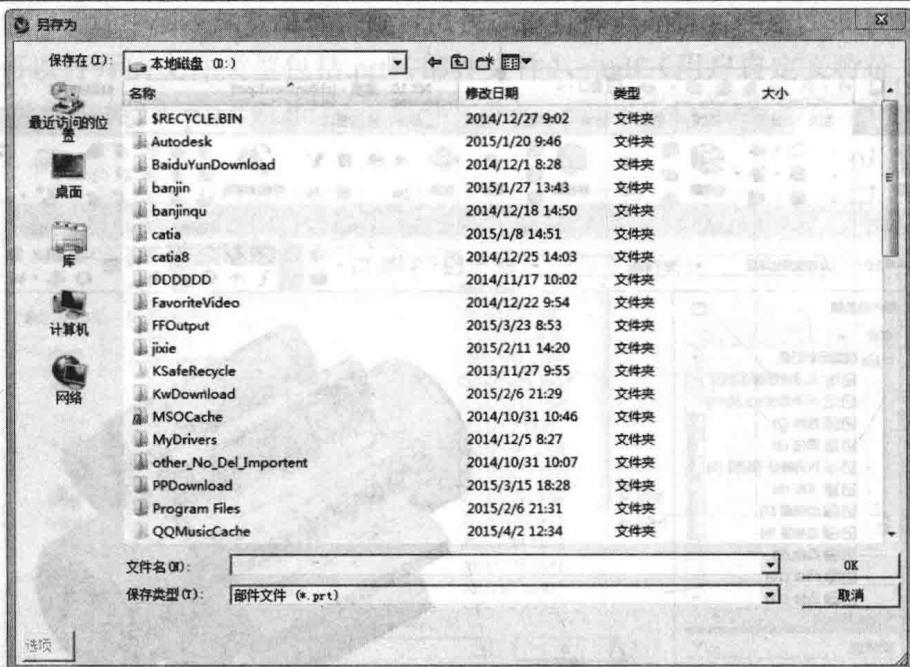

图 1-6 “另存为”对话框
- 文件另存。单击“菜单”→“文件”→“保存”→“另存为”命令或者使用快捷键 Ctrl+Shift+A，系统显示“另存为”对话框，如图 1-6 所示。需要在对话框中选择保存路径，输入新的文件名字，再单击“OK”按钮，完成文件的保存。